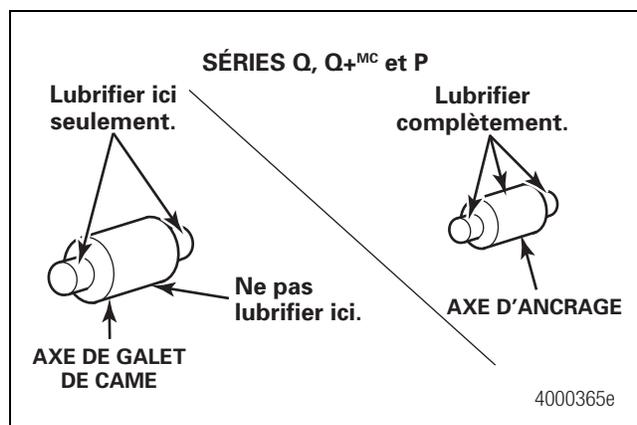

Figure 5.23
1. Lubrifier les axes de galet et d'ancrage de segment de frein comme cela est indiqué dans la figure 5.23. N'utiliser que de la graisse approuvée par Meritor. Se reporter à la Section 7 pour obtenir les caractéristiques techniques des graisses approuvées.